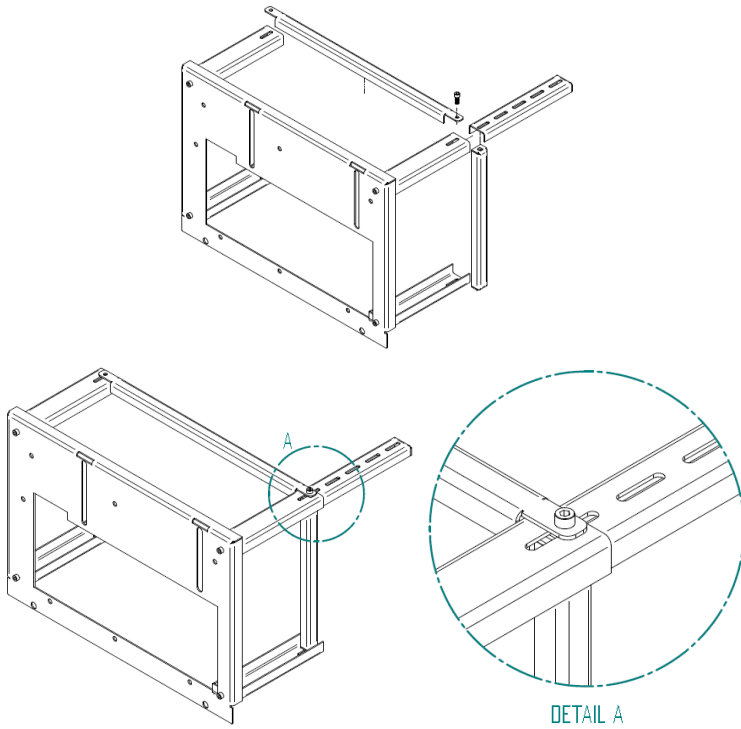

Figure 34 - Installation de la table-support
2. Mettre en place les traverses et le premier bras d'extension, comme sur la Figure 34. Les bras d'extension possèdent 5 trous, permettant de régler la table à la hauteur désirée. Fixer l'ensemble avec des vis DIN 912 M8x20mm. Ne serrez pas la vis avec force, pour faciliter le reste de l'assemblage. Les rallonges de pieds ont 5 trous, vous devez choisir lequel utiliser, ainsi que la hauteur totale de la table.